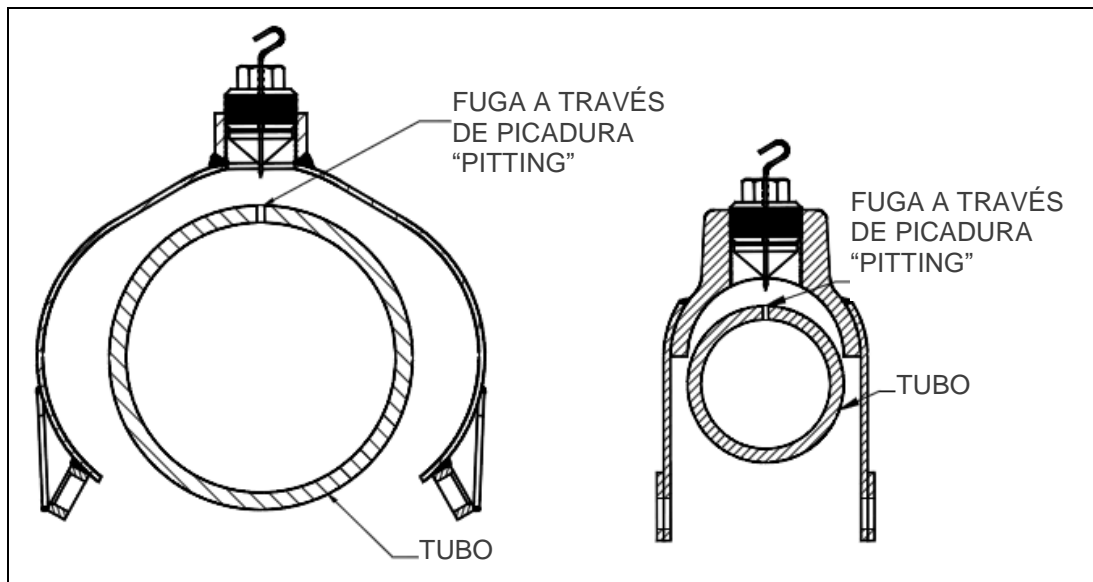

Figura 2
2. Retire el perno de sujeción de los orificios ranurados en la parte inferior de la abrazadera "PLIDCO Smith+Clamp" y extienda la abrazadera "PLIDCO Smith+Clamp" para poder ensamblarla alrededor de la tubería, como se muestra en la Figura 2.